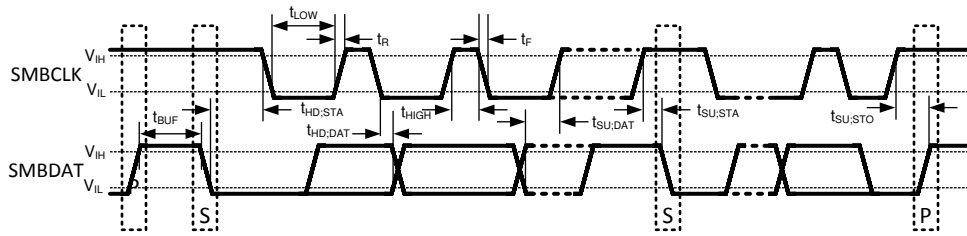

图 5-1. SMBus 通信
- 如果任何引脚处的输入电压 (VI) 超过电源 (VI < GND 或 VI > VDD)，则该引脚处的电流不应超过 5mA。图 5-1 和表 5-1 显示了 LM95231 引脚的寄生元件和/或 ESD 保护电路。请注意，不要对引脚上的寄生二极管 D1 进行正向偏置：D1+、D2+、D1-、D2-。如果超过 50mV，可能会破坏温度测量结果。